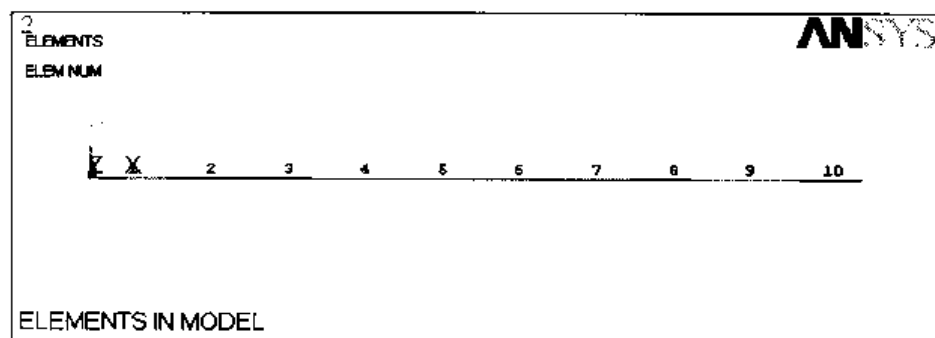

图 10-45 生成的有限元模型结果显示
(2) 单击 Apply 按钮, 在文本框中依次输入 2、0.5、0、0, 单击 OK 按钮关闭该对话框。
(3) 选择 Main Menu | Preprocessor | Modeling | Create | Lines | Lines | In Active Coord 命令, 出现 Lines in Active 菜单, 在文本框中输入 1, 2, 单击 OK 按钮关闭该对话框。
(4) 选择 Main Menu | Preprocessor | Meshing | Size Cntrls | ManualSize | Lines | Picked Lines 命令, 出现 Element Size on 菜单, 在文本框中输入 1, 单击 Element Size on 菜单上的 OK 按钮, 出现 Element Sizes on Picked Lines 对话框, 在 NDIV No. of element divisions 文本框中输入单元个数 10, 单击 OK 按钮关闭该对话框。
(5) 选择 Main Menu | Preprocessor | Meshing | Mesh | Lines 命令, 出现 Mesh Lines 菜单, 在文本框中输入 1, 单击 OK 按钮关闭该菜单。
(6) 选择 Utility Menu | PlotCtrls | Numbering 命令, 出现 Plot Numbering Controls 对话框, 在 Elem/Attrib numbering 下拉列表框中选择 Element numbers 选项, 单击 OK 按钮关闭该对话框。
(7) 选择 Utility Menu | File | Change Title 命令, 出现 Change Title 对话框, 在文本框中输入 ELEMENTS IN MODEL, 单击 OK 按钮关闭该对话框。
(8) 选择 Utility Menu | Plot | Element 命令, ANSYS 显示窗口将显示所生成的单元及单元编号, 如图 10-45 所示。